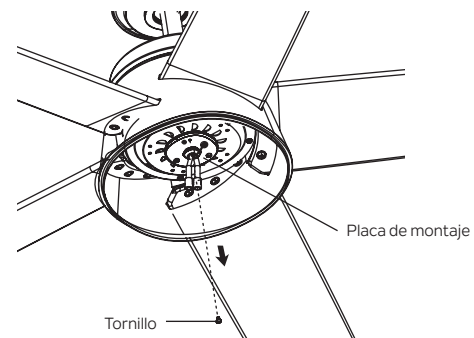

Figura 19
**Paso 1.** Retire el tornillo marcado con una etiqueta de punto que está preinstalado en la placa de montaje y guárdelo para su uso posterior. Afloje los otros dos (no los quite). (Figura 19)